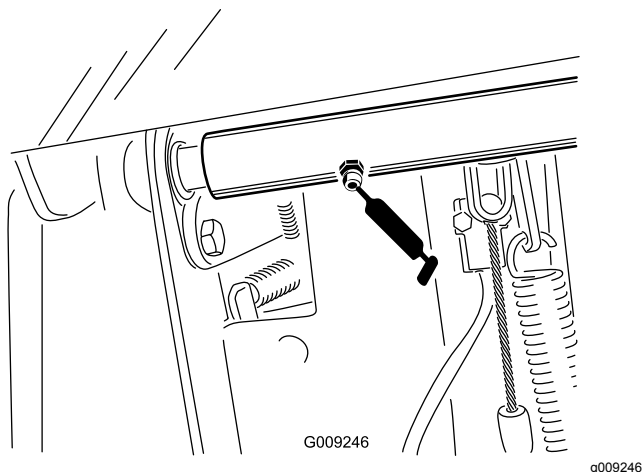

Figura 62
- Dois rolamentos do eixo da articulação do pedal do travão (Figura 62)